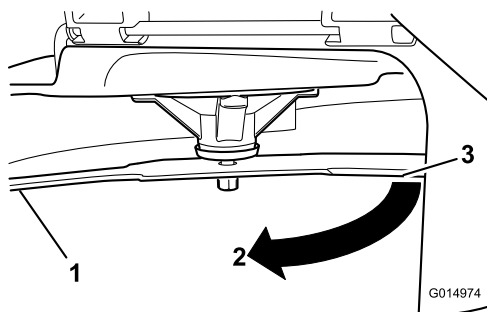

Рисунок 76
4. Поверните тот же нож на 180 градусов, чтобы теперь его противоположная режущая кромка была в том же положении (Рисунок 76).